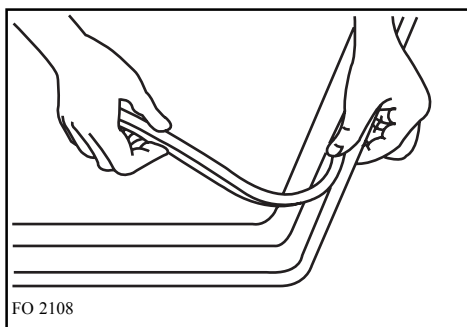
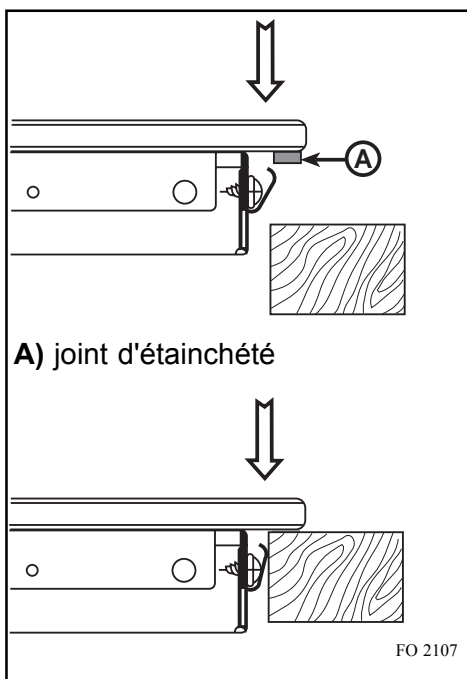

Fig. 5
Fig. 6
- 1) placez sur le bord inférieur de le plan de verre (Fig. 5) le joint spécial fourni comme équipement (Fig. 6 - A), en s'assurant que les bouts joignent bien sans se superposer;
- 2) insérez la table dans le défoncement du meuble (Fig. 6) et poussez en bas jusqu'à ce que la table touche le fond, parvenant automatiquement à la position correcte.